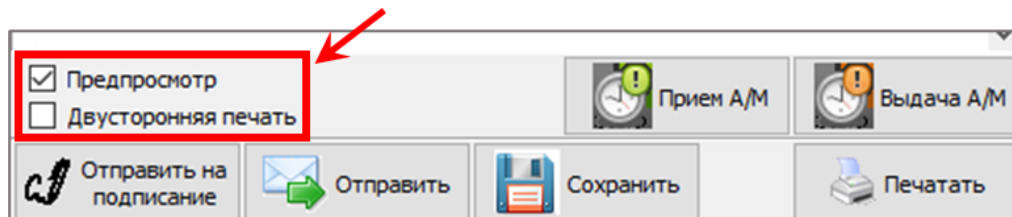

рис. 208
5. Для просмотра документов перед печатью в нижнем левом углу этого окна поставьте галочку в чекбокс **Предпросмотр**. Для того чтобы документ был распечатан на одном листе с двух сторон, поставьте галочку в чекбокс **Двусторонняя печать** (рис. 208).